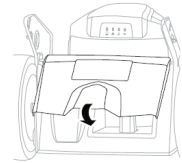

Рис. 25
3. Опустите заднюю крышку обратно (Рис. 25).